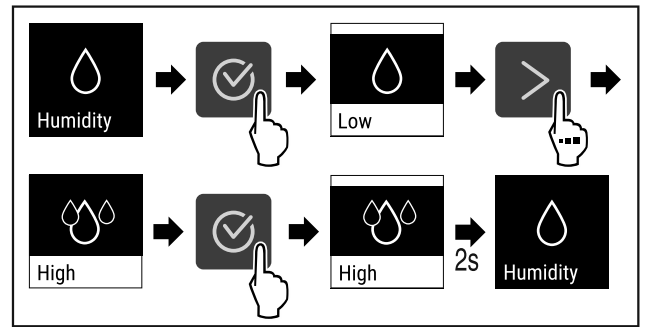

Fig. 94
- ▶ Obavite korake postupka (pogledajte Fig. 94).